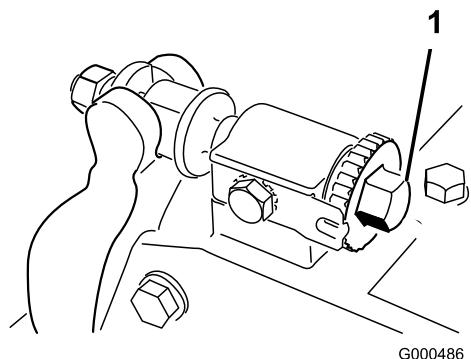
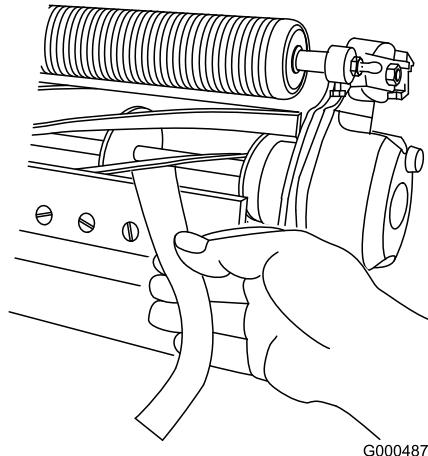

Figura 52
Figura 53
2. Eliminate il contatto con il cilindro facendo girare in senso antiorario le viti di regolazione della barra di appoggio (Figura 52).
4. Inserite una lunga striscia di carta di giornale tra il cilindro e la controlama (Figura 53) da un lato del cilindro. Girate lentamente il cilindro in avanti, e allo stesso tempo girate in senso orario la vite di regolazione della barra di appoggio (dallo stesso lato del cilindro) (Figura 52), uno scatto per volta, finché la carta non viene pizzicata leggermente quando viene inserita dal davanti ed è parallela alla controlama. Tirando la carta dovreste notare una lieve resistenza.
6. Al termine della messa a punto, controllate se il cilindro è in grado di pizzicare la carta inserita dalla parte anteriore, e se la taglia quando viene inserita ad angolo retto rispetto alla controlama (Figura 53). Dovreste riuscire a tagliare la carta con un contatto minimo tra la controlama e le lame del cilindro. In caso di resistenza eccessiva dovrete lappare o affilare di nuovo l'apparato di taglio, al fine di disporre dei bordi affilati necessari per un taglio di precisione (vedere il manuale Toro per l'affilatura del cilindro).